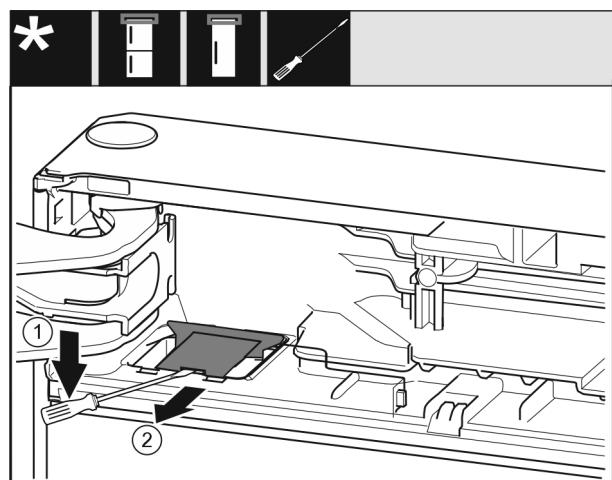

*Fig. 9*
- Varovalo zataknite v odprtino. *Fig. 9 (1)*
- Sornik potisnite ven z izvijačem. *Fig. 9 (2)*
- Sornik izvlecite v smeri navzgor. *Fig. 9 (3)*
- Zgibni del zavrtite v smeri vrat. *Fig. 9 (4)*